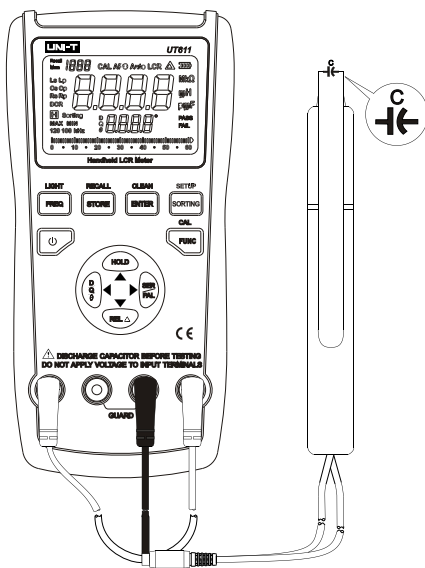

图 7
- 3) 将电容插入测试端口或用相应的附件接入被测电容（如图7）。